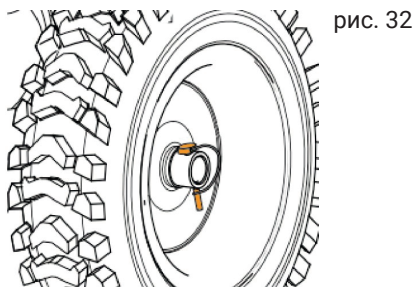

рис. 32
Наденьте колёса на ось, прикрепите стопорные штифты и зафиксируйте шплинтом (рис. 32).
3. Вставьте конец рукоятки поворота желоба А (рис. 35) в отверстие в панели оператора, затем зафиксируйте другой конец Б (рис. 35) с кронштейном А (рис. 32) на желобе. И закрепите их болтами.